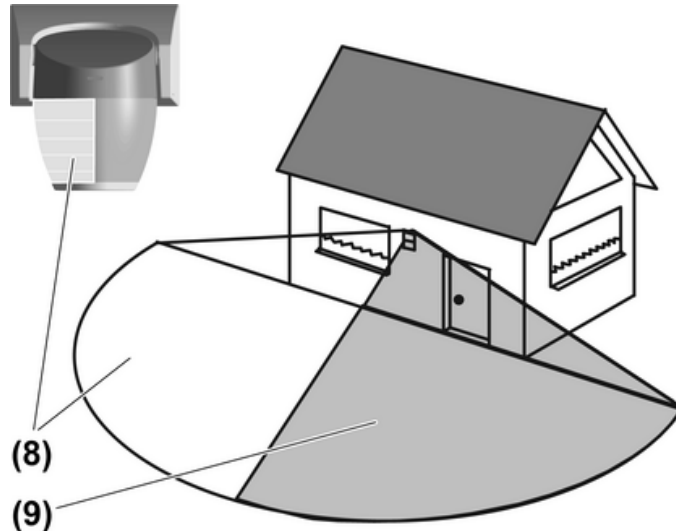

Bild 8: Linken Erfassungsbereich ausblenden
(8) Ausgeblendeter Bereich
(9) Überwachter Bereich
- Die fünf linken Blendenelemente auf die linke Seite des Sensorfensters kleben (Bild 8).